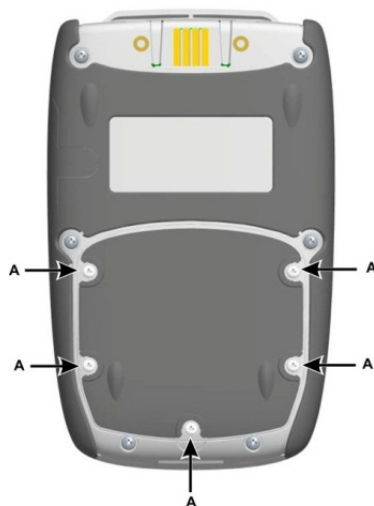

図 1-3: バッテリーの取り付け
- 5本のボジドライブのネジAを取り外してください。図 1-3 を参照。